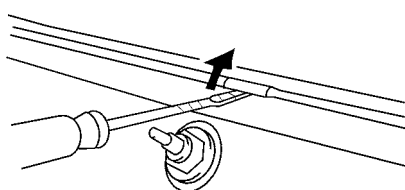

图 17-66 将螺钉旋具插入密封条和结合罩之间撬出结合罩
(2) 拆下结合罩。将螺钉旋具插入密封条和结合罩之间撬出结合罩, 如图 17-66 所示。